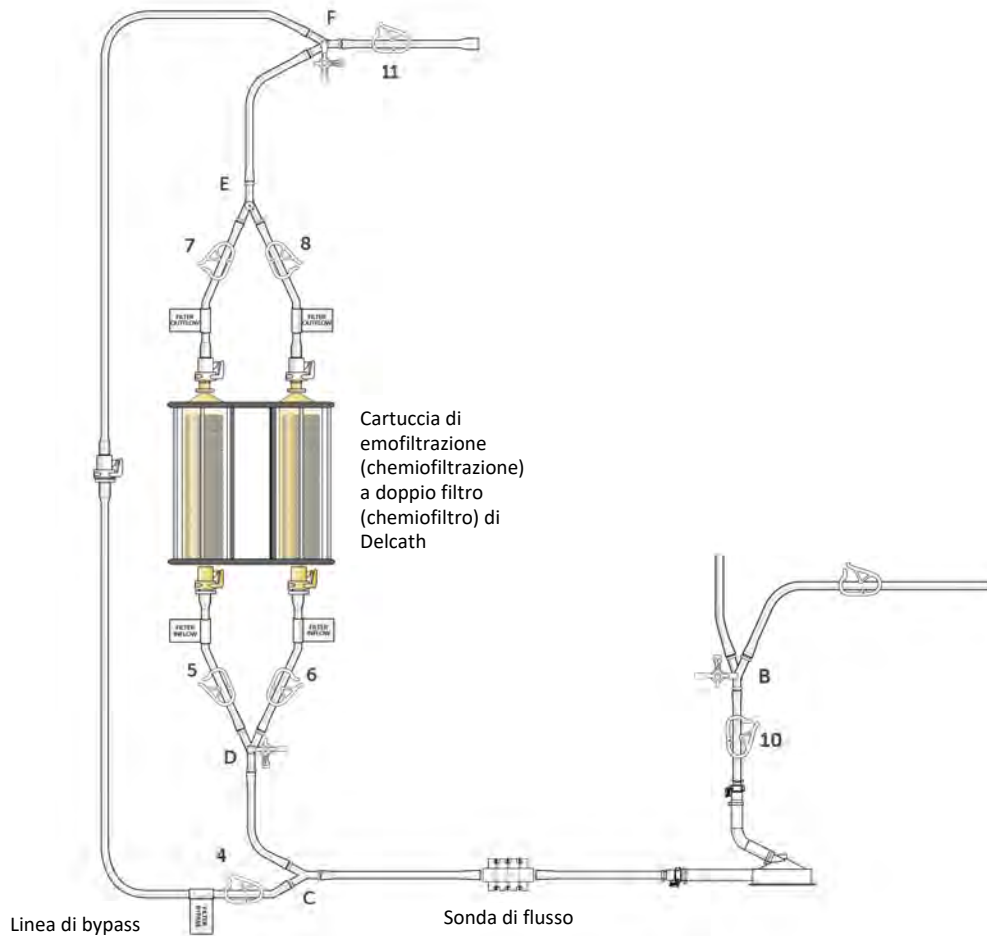

Figura 11
- (j) Collegare i rubinetti forniti alle porte dei connettori a Y "B" (prima della pompa), "D" (prima dei filtri) ed "F" (uscita). Verificare che il morsetto 4 della linea di bypass sia aperto, come illustrato nella Figura 11.